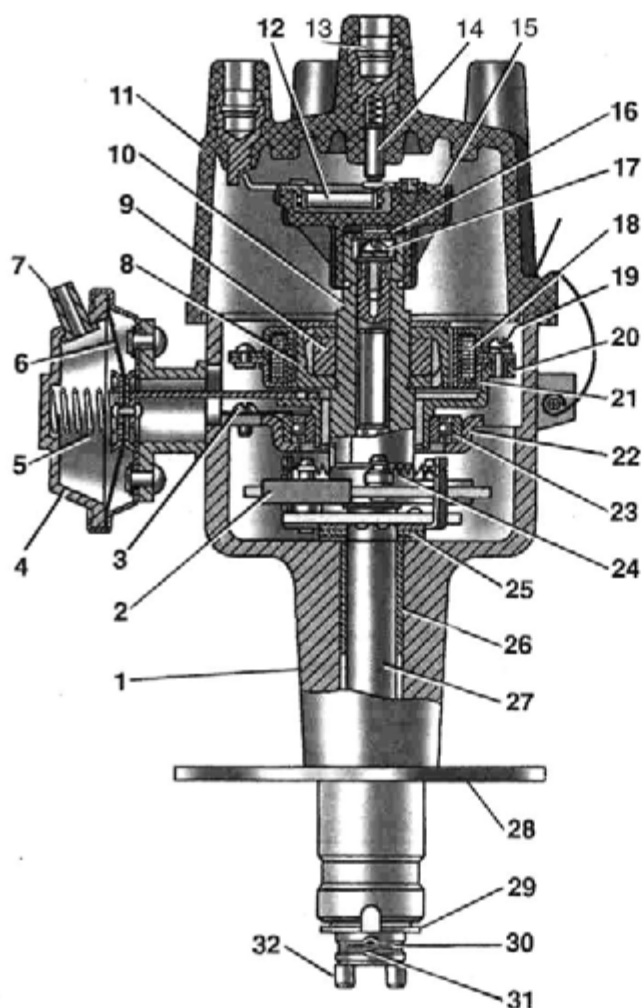

Рис. 8.1.28. Датчик-распределитель зажигания:
Датчик-распределитель (рис. 8.1.28) объединяет в себе два функционально законченных изделия: магнитоэлектрический датчик и распределитель импульсов высокого напряжения.
- снять крышку 11 и бегунок 15 (см. рис. 8.1.28);